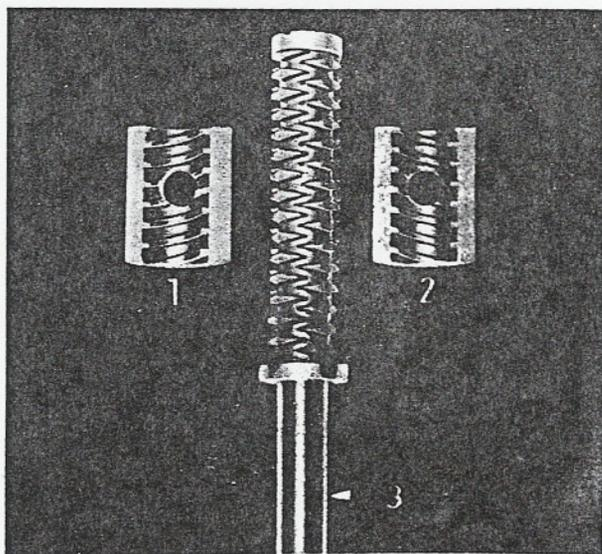

Fig. 564
En montant les écrous de la vis sans fin, veiller à ce que l'écrou marqué "R" (2) soit à droite et que l'écrou (1) soit monté à gauche, fig. 564.